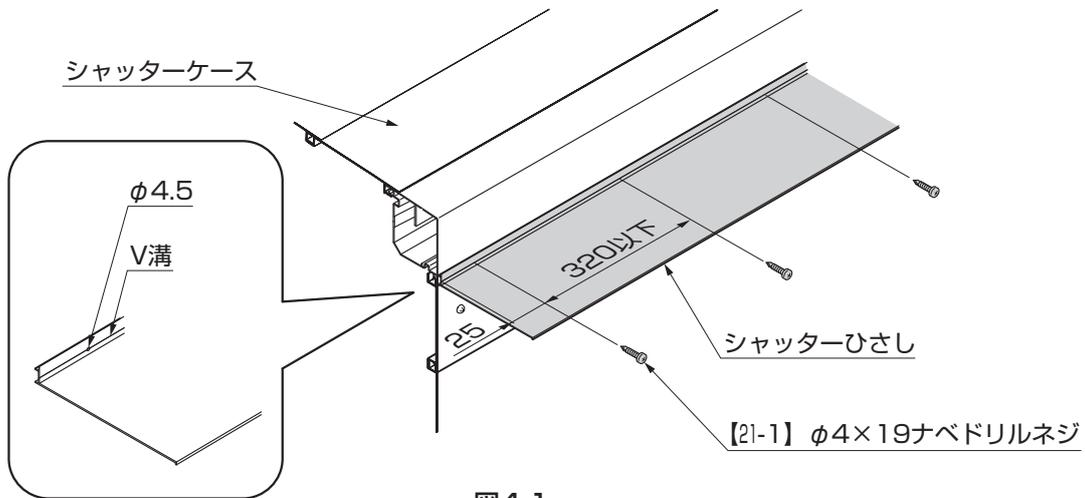

図4-1
- ①シャッターケースに合わせてシャッターひさしを切断してください。
- ②シャッターひさしのV溝に合わせてφ4.5の穴加工をしてください。(図4-1参照)
- ③シャッターひさしをシャッターケースに【2I-1】で取付けてください。(図4-1参照)